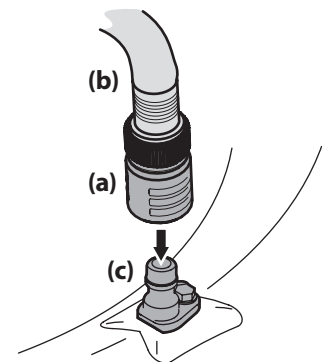

Figure 4-3
3. Vissez le raccord (a) pour boyau d'arrosage (fourni avec cette notice d'utilisation) sur l'extrémité du boyau d'arrosage (b). Voir la Figure 4-3.
4. Attachez le raccord (a) pour boyau d'arrosage à l'orifice aménagé (b) sur la surface du plateau de coupe. Voir la Figure 4-3.
11. Fermez le robinet d'eau et débranchez le raccord du boyau d'arrosage (a) de l'orifice (c) sur la surface du plateau de coupe. Voir la Figure 4-3.